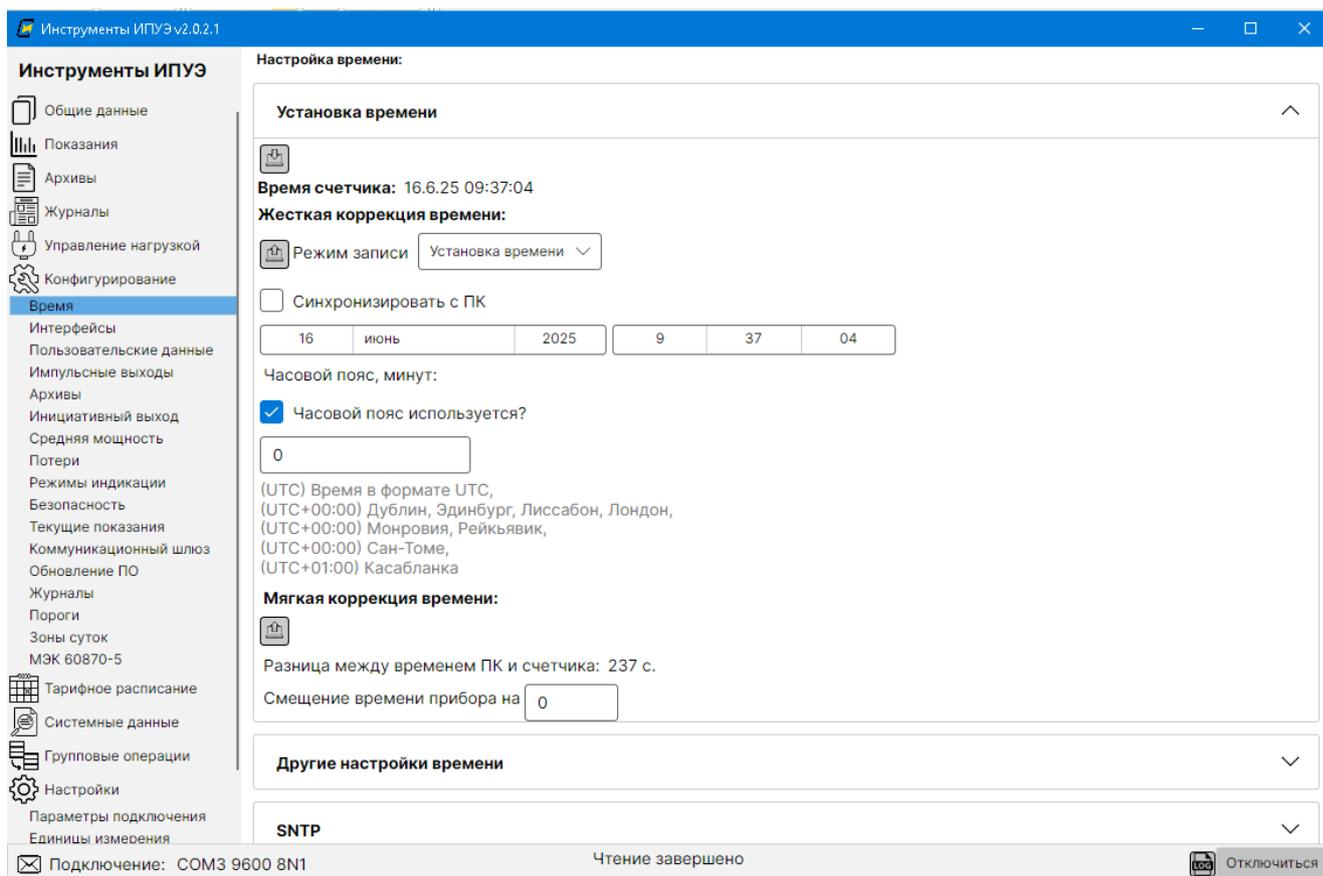

Рисунок 18 - Вид диалогового окна подраздела «Время».
3.3 Конфигурирование времени осуществляется в подразделе «Время» раздела «Конфигурирование» основного меню программы (рисунок 18).